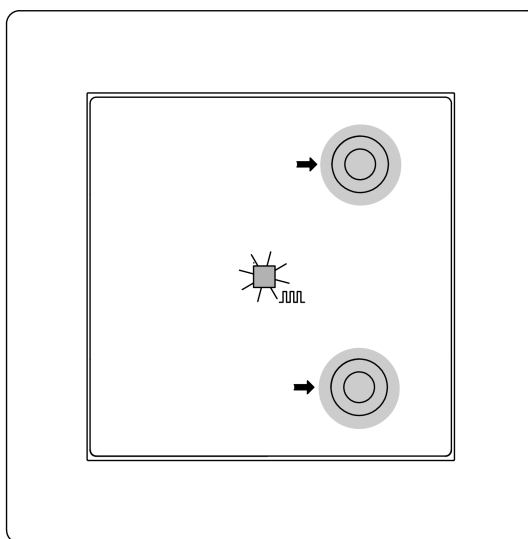
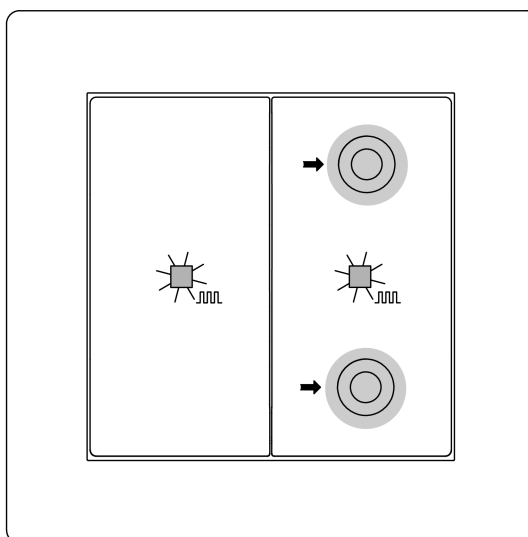

Figura 5: Activación del modo de programación (simple)
Figura 6: Activación del modo de programación (doble)
Programar la dirección física y el programa de aplicación simple (véase figura 5) y doble (véase figura 6)
- Activar el modo de programación: mantener pulsadas simultáneamente las teclas superior derecha e inferior derecha durante más de 4 segundos con simple (véase figura 5) y doble (véase figura 6).